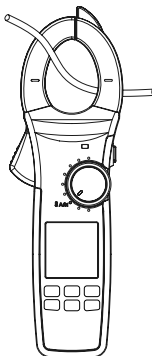

Рис. 3 Измерение параметров тока
7.1 Измерение параметров переменного тока (рис.3)